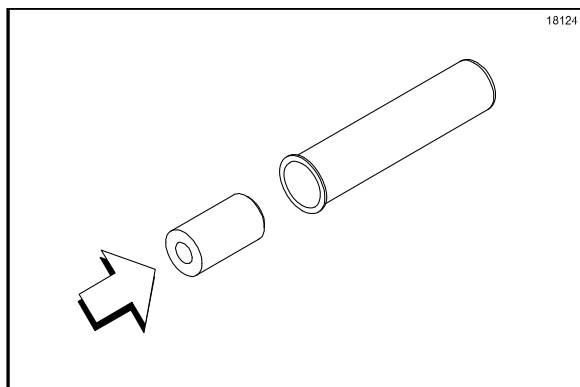

Рисунок 89
4. Установите вставку плунжера в плунжерную трубку, расположив ее так, чтобы сторона вставки, где есть маленькое отверстие и скошенная кромка вошли первыми в плунжерную трубку. (См. рис. 89)